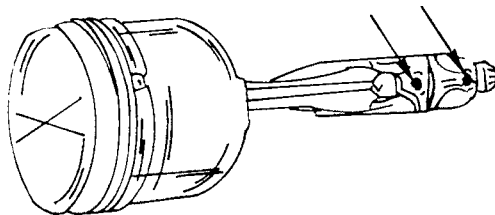

Bild 113
- Beim Ausbau eines Kolbens mit der Pleuelstange die genaue Einbaurichtung des Pleuellagerdeckels beachten und sofort nach dem Ausbau den Pleuel und den Lagerdeckel auf einer Seite mit der Zylinder Nummer zeichnen. Dies lässt sich am besten mit einem Körner durchführen (Zylinder Nr. 1 einen Körnerschlag, Nr. 2 zwei Körnerschläge, usw.), wie man es in Bild 113 sehen kann.